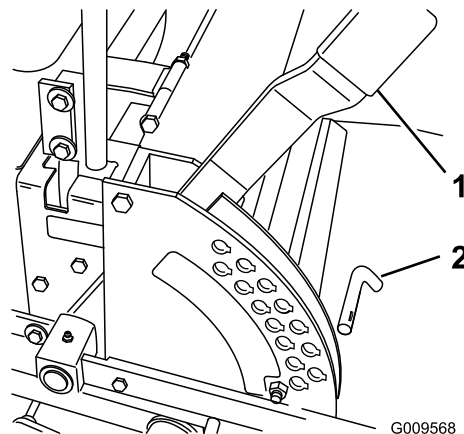

Figura 30
1. Sollevare la leva dell'altezza di taglio in posizione di TRASFERIMENTO (anche la posizione dell'altezza di taglio a 127 mm) (Figura 30).
2. Per regolare, spostate il perno dalla staffa dell'altezza di taglio (Figura 30).
3. Nella staffa dell'altezza di taglio scegliete un foro corrispondente all'altezza richiesta, ed inserite il perno (Figura 30).